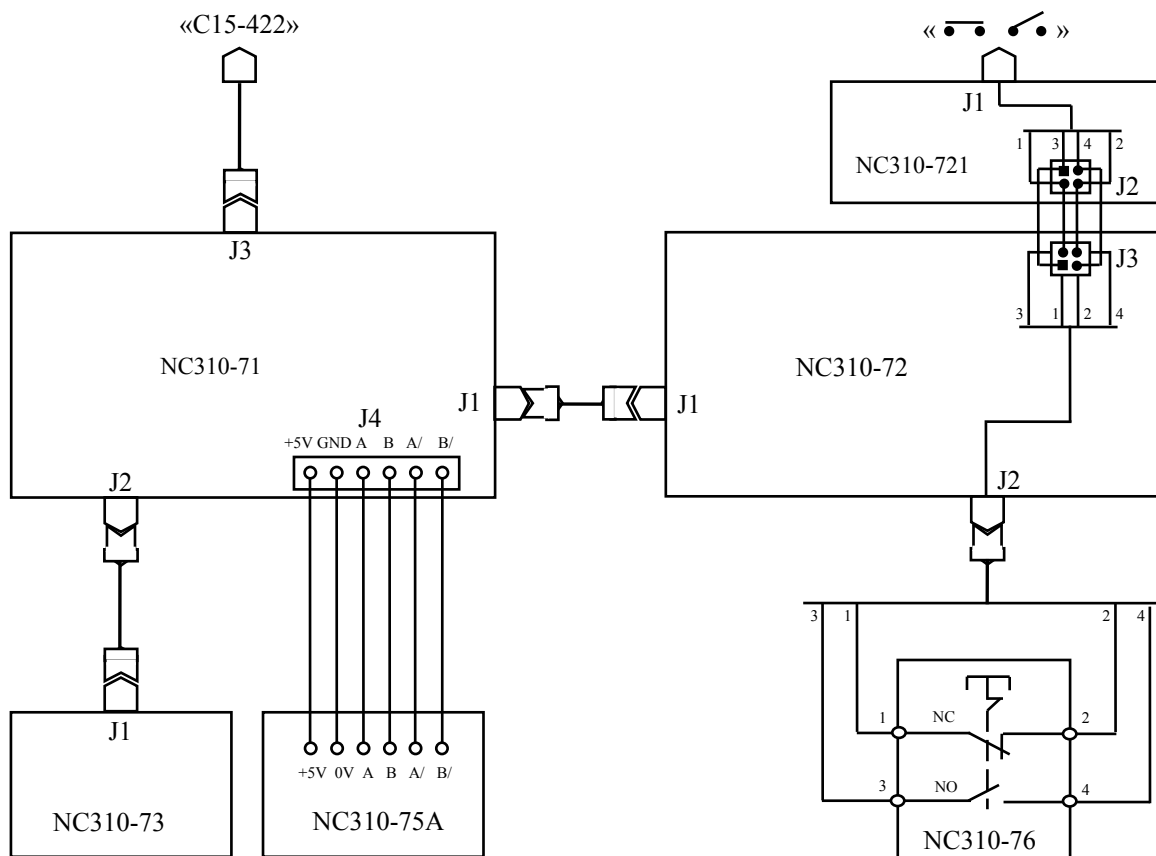

Рисунок 6.1 - Схема соединений СП NC310-7
6.2.4.1 Аварийный выключатель NC310-76 устанавливают непосредственно на лицевую панель СП NC310-77. Кнопка-грибок аварийного выключателя (красного цвета) через отверстие лицевой панели выводится на её наружную поверхность. Аварийный выключатель имеет одну пару НРК (**NO**) и одну пару НЗК (**NC**). Выводы НРК и НЗК проводами соединяются с розеткой на 4 контакта, которая подключается к разъёму **J2** на плате клавиатуры NC310-72 (см. рисунок 6.1). Через разъём **J3** сигналы передаются на плату разъёма аварийного выключателя NC310-721 и через разъём **J1** выводятся на заднюю стенку СП УЧПУ, где он имеет маркировку .